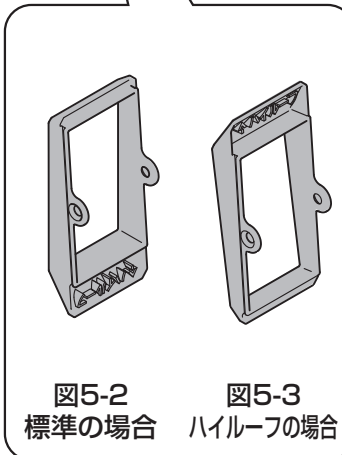

図5-2
- アームカバーは、標準タイプとハイルーフタイプで上下が異なります。上下を間違えるとアーム取付金具カバーが取付けできなくなります。(図5-2、5-3参照)
(2) アームの組立て
①上・下アームを扉取付金具に【1-3】で取付けてください。